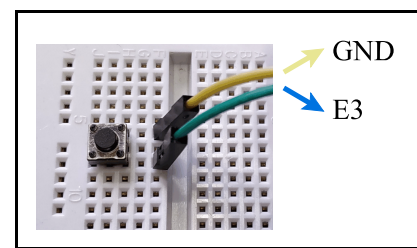

Abb. 8.2: Breadboard mit Taster
In Abb. 8.2 ist der Eingang E3 (RI) über einen Taster mit GND (Masse) verbunden. Ist der Schalter geöffnet, dann ist der Eingang E0 unbeschaltet, also im High-Zustand. Wenn er ge-